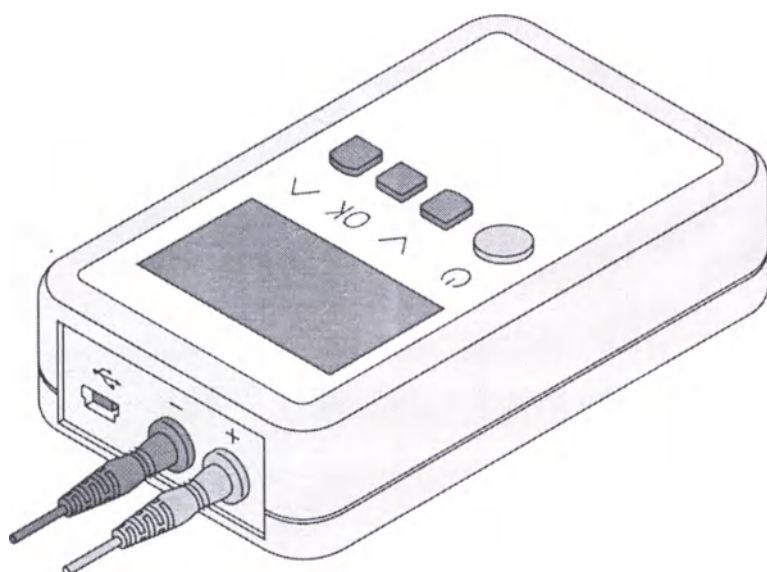

Рис. 12. Подключение электродов к разъемам электростимулятора.
5. Подключите кабели соответствующего цвета к разъемам электростимулятора (красный кабель к красному разъему, черный кабель – к черному разъему) (рис. 12).